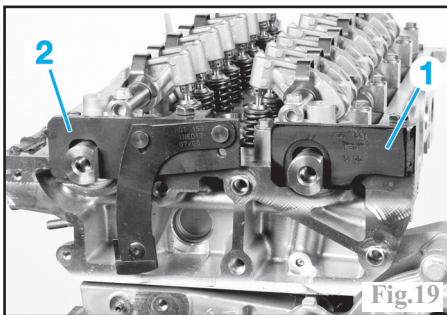

Fig.19
Positionner les outils de calage des arbres à cames d'admission (**mot. 1534**) (1) et d'échappement (**mot. 1537**) (2) et les serrer à la main (Fig.19).